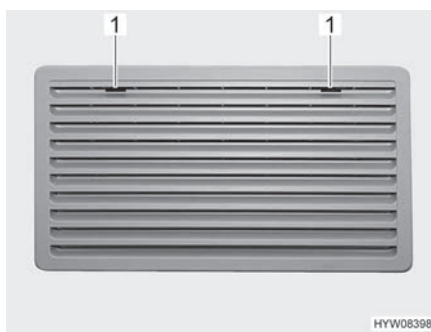
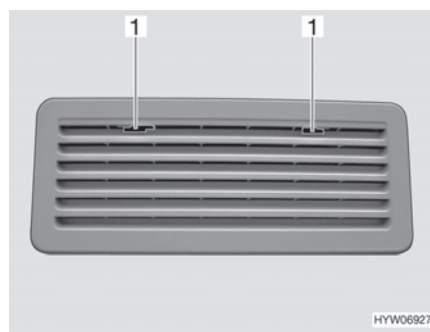

Bild 104 Kylskåpets ventilationsgaller (Thetford stort)
Bild 105 Kylskåpets ventilationsgaller (Thetford litet)
- Skjut spärren (Bild 104,1 eller Bild 105,1) till mitten.